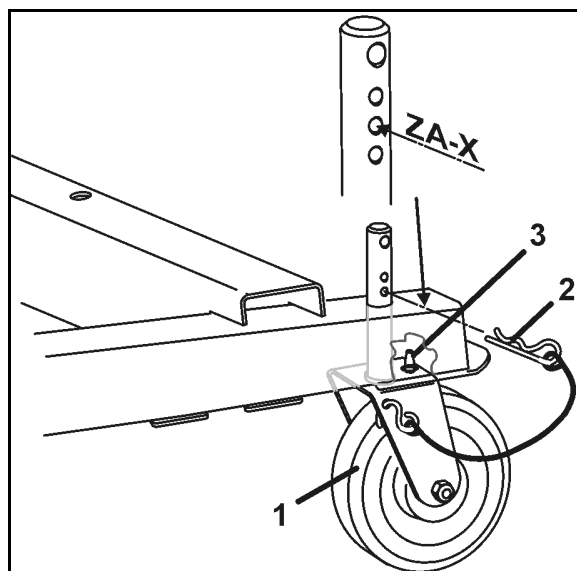

Bild 45
6. Fasta rullar (Bild 45/1) bak
- o montera och säkra med fjädersprinten (Bild 45/2) i det mellersta hålet,
Vid monteringen av de fasta rullarna måste man se till att bulten (Bild 45/3) går helt igenom hålet på ramen och fixerar rullarna i på längden.